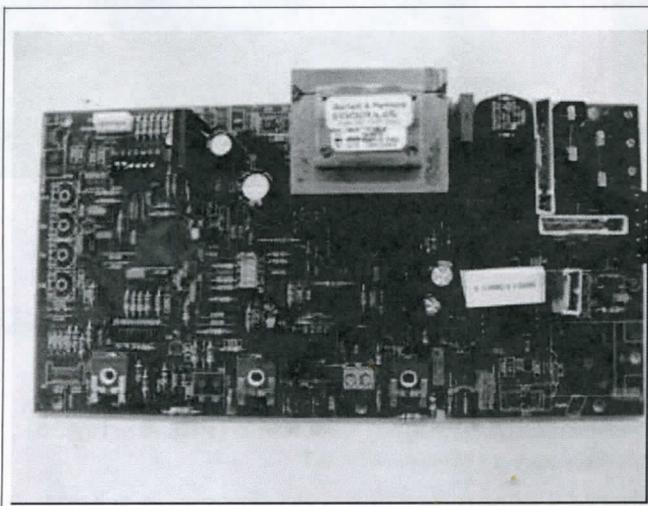

Fig. 7 - Pic. 7
6. Prelevare la scheda di ricambio dalla scatola imballo (**Fig. 7**)
8. Collegare il cavallotto rosso come indicato in **Fig. 7**.